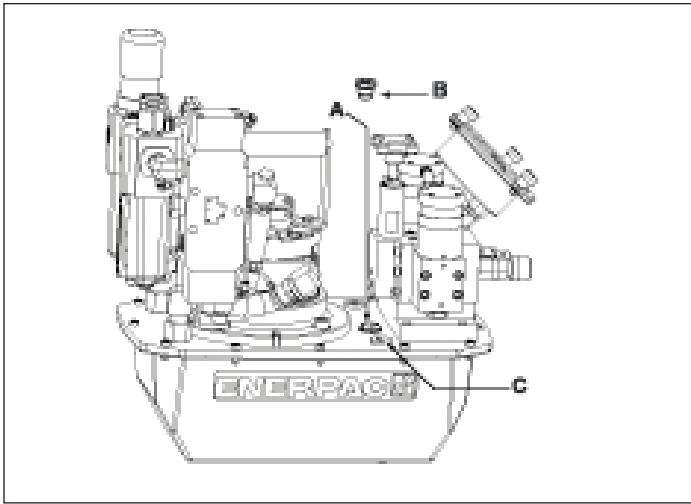
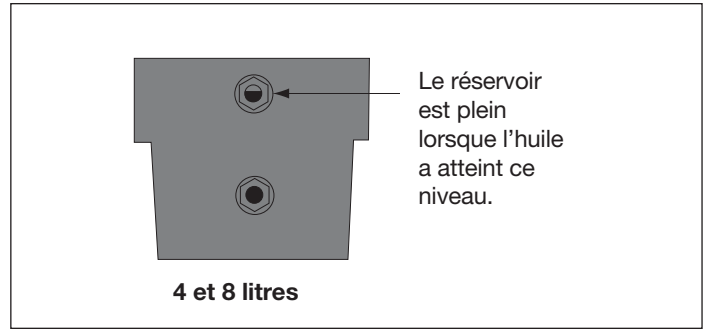

Figure 2, Installation du reniflard ZA4T
Figure 4
4.1 Bouchon reniflard du réservoir (Voir figure 2)
Vérifier le niveau de l'huile de la pompe avant le démarrage, au besoin enlever le bouchon SAE no 10 de la plaque de recouvrement pour ajouter de l'huile (voir fig. 2). Le réservoir est plein lorsque le niveau de l'huile atteint le haut du regard en verre. (Fig. 4).